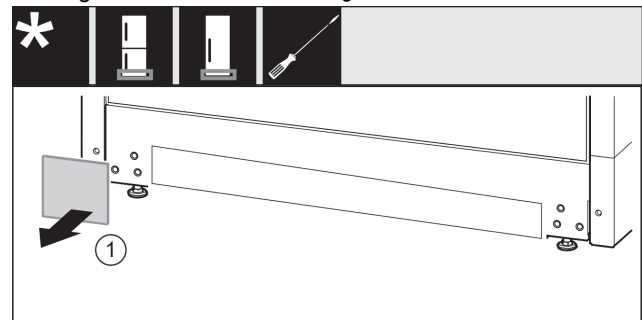

Fig. 33
- Abdeckung abnehmen. Fig. 33 (1)